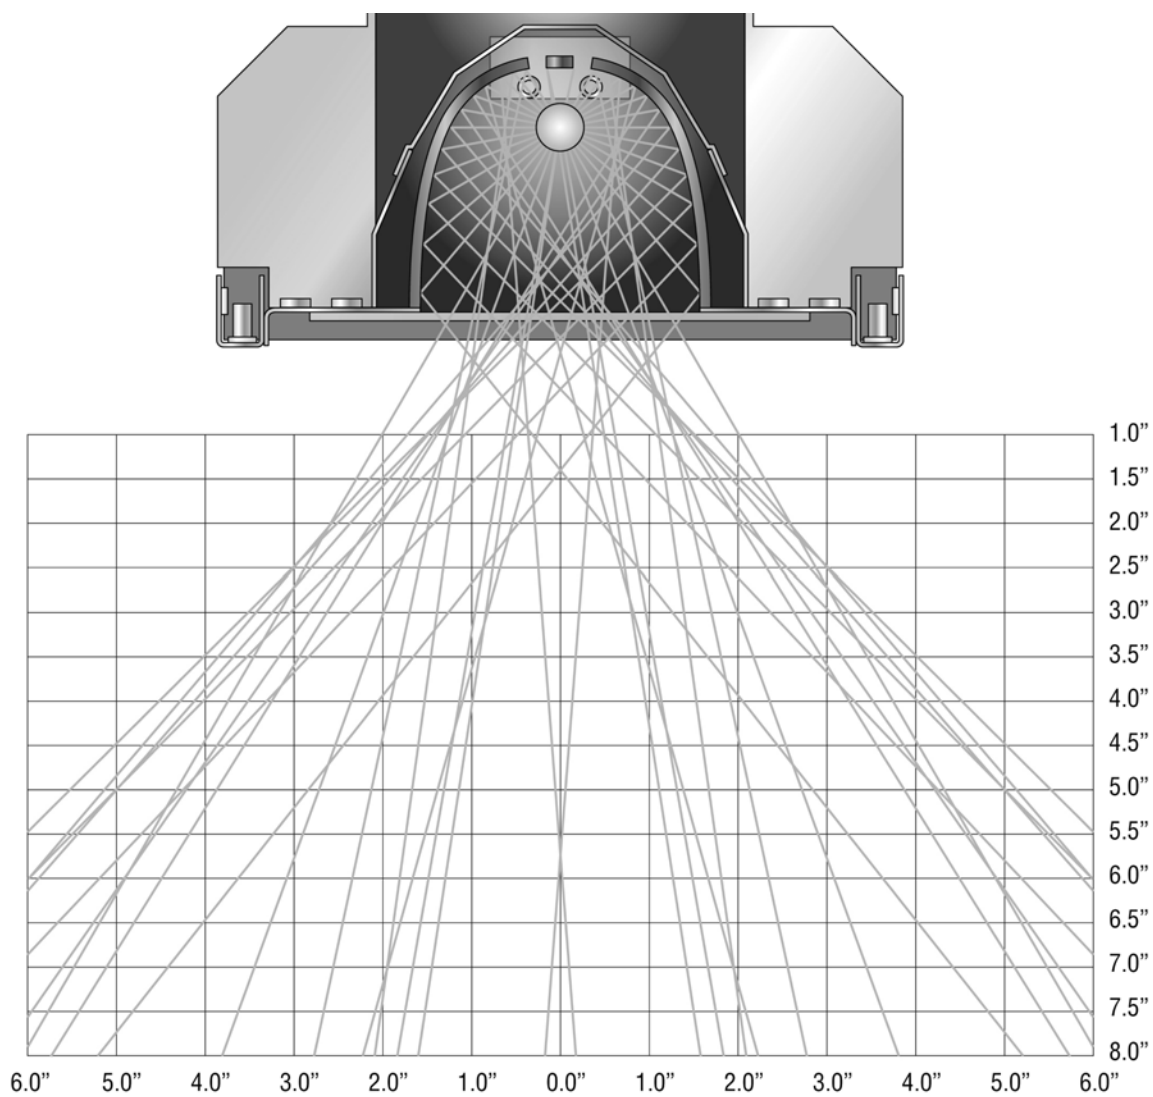

図 2-4 拡散リフレクタの図解
- 拡散リフレクタは、幅広いUVライトを生成します。図2-4を参照。